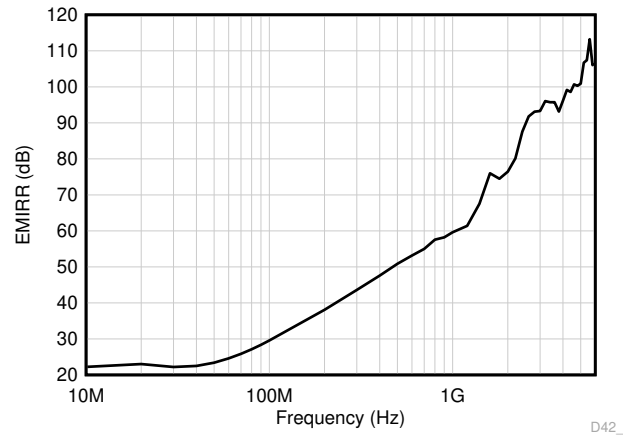

图 7-4. EMIRR 测试
OPAx310 使用集成电磁干扰 (EMI) 滤波来降低干扰源（如无线通信设备（射频干扰 (RFI)）以及混合使用模拟信号链和数字组件的高密度电路板）产生的 EMI。通过电路设计技术可改进 EMI 抗扰度；OPAx310 受益于这些设计改进措施。德州仪器 (TI) 已具备在 10MHz 至 6GHz 宽频谱范围内准确测量和量化运算放大器抗扰度的能力。图 7-4 展示了在 OPAx310 上执行此测试的结果。表 7-1 展示了 OPAx310 在实际应用中通常会遇到的特定频率下的 EMIRR IN+ 值。运算放大器的 EMI 抑制比应用报告包含了与运算放大器相关的 EMIRR 性能主题，该报告可在 [www.ti.com](http://www.ti.com) 上下载。